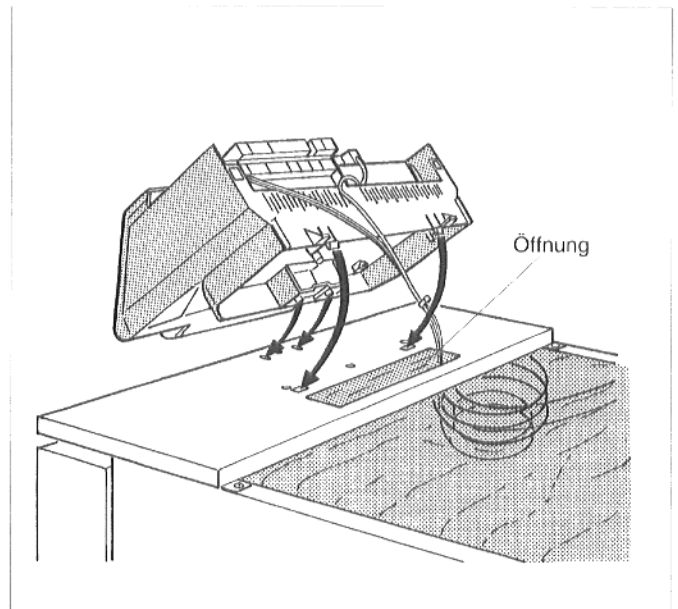

Abb. 7: Regelgerät aufsetzen
- Regelgerät auf die vordere Kesselhaube so aufsetzen, daß die Einschiebehaken auf der Unterseite des Regelgeräts vorne in die ovalen Bohrungen eingeführt werden (Abb. 7).
Kapillarrohre der Temperaturfühler und, bei "Ecomatic"-Regelung, die Kesselwassertemperaturfühlerleitung dabei durch die Öffnung in der vorderen Kesselhaube stecken (Abb. 7).
- Regelgerät nach vorne ziehen und dabei herunterdrücken, bis die beiden elastischen Haken in den hinteren Bohrungen einrasten (Abb. 7).